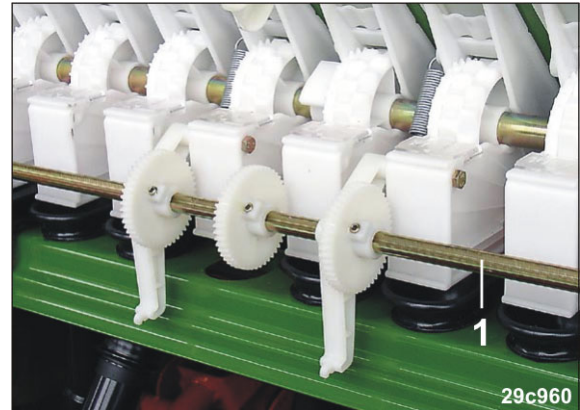

Fig. 218
3. Descendre l'arbre de jalonnage (Fig. 218/1).